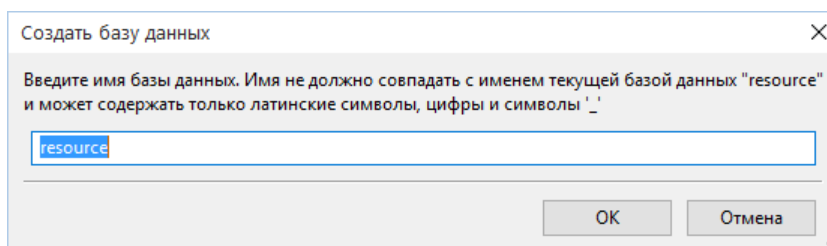

Рисунок 13. Окно создания новой базы данных
3. Присвойте имя создаваемой (импортированной) базы данных (см. Рисунок 13);